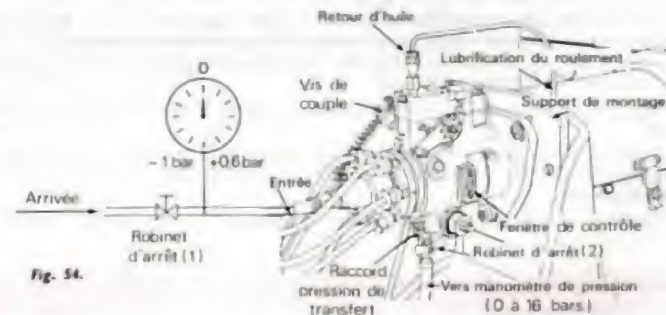

Fig. 54.
— Brancher un raccord spécial d'arrivée, comportant un robinet et un mano-vacuumètre de 0 à 0,6 bar en pression et 0 à — 1 bar en dépression (fig. 54).
- Contrôler, à 200 tr/mn pompe, la dépression produite par la pompe de transfert (MINI = — 0,54 bar (2), le robinet d'arrêt (1) étant fermé (fig. 54).
- Isoler le manomètre de contrôle de la pression de transfert en fermant le robinet (2) (fig. 54).